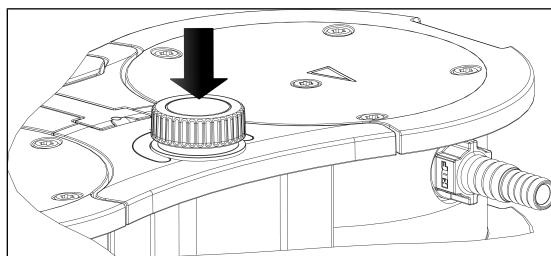

Fig.6: Allumer et éteindre la pompe à l'aide du bouton poussoir/rotatif
- Mettez la pompe en marche en appuyant sur le bouton-poussoir/rotatif s (voir Fig. 6).